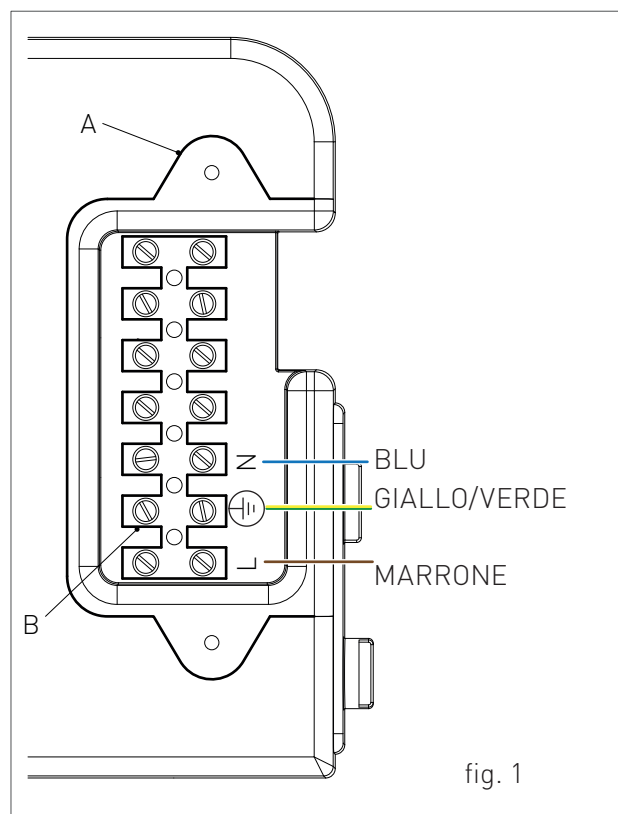

fig. 1
- > svitare le due viti e rimuovere il piastrino "A" (vedi fig. 1).
- > una volta rimosso il piastrino effettuare i seguenti collegamenti sulla morsettiera "B" (vedi fig. 1):
- › effettuare i collegamenti sulla scheda elettronica (vedi fig. 1);
- > Per tutti i tratti orizzontali dei condotti di scarico e di aspirazione aria, è consigliabile prevedere una pendenza in salita (verso la caldaia) minima del 2% (vedi fig.1) in modo da evitare l'ingresso di acqua piovana, polvere o oggetti estranei all'interno del condotto.